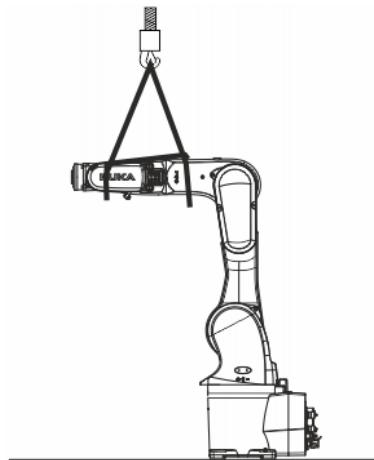

Abb. 9-2: Arm sichern
1. Seilschlinge am Roboterarm anlegen und fixieren (>>> Abb. 9-2).